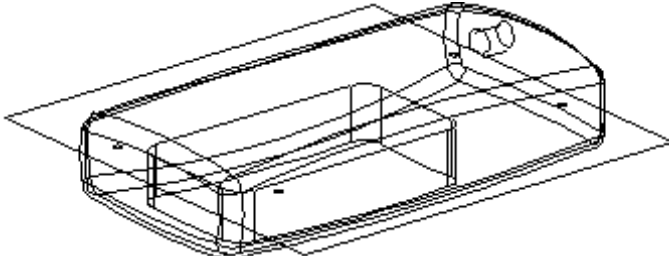

Рисунок 2.13 — Створений акумуляторний відсік
- Створіть акумуляторний відсік (рис. 2.13):